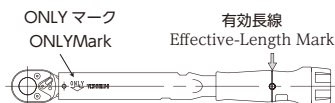

図2 Fig.2
- 有効長線上を握ってトルクをかけて下さい。(図2)有効長上を握らないと正しいトルク値が得られません。